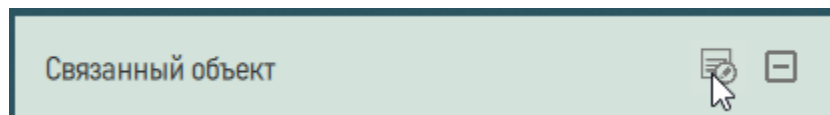

Рисунок 229 – Группа полей «Связанный объект»
14) По умолчанию при создании причины функционального отказа создается дочерний функциональный отказ, который используется для детализации родительского функционального отказа. Чтобы создать конструктивный отказ, необходимо нажать кнопку для редактирования в группе полей «Связанный объект» (рисунок 229).